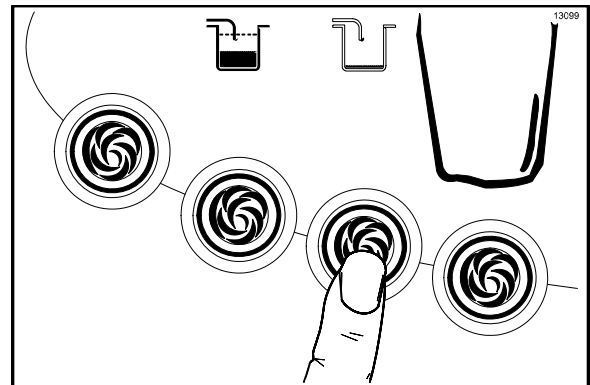

Figura 51
10. Pressione o símbolo  do sabor de xarope correspondente. O símbolo deve acender e a bomba de xarope para o sabor selecionado começará a operar na velocidade máxima. (Veja a Figura 51.)